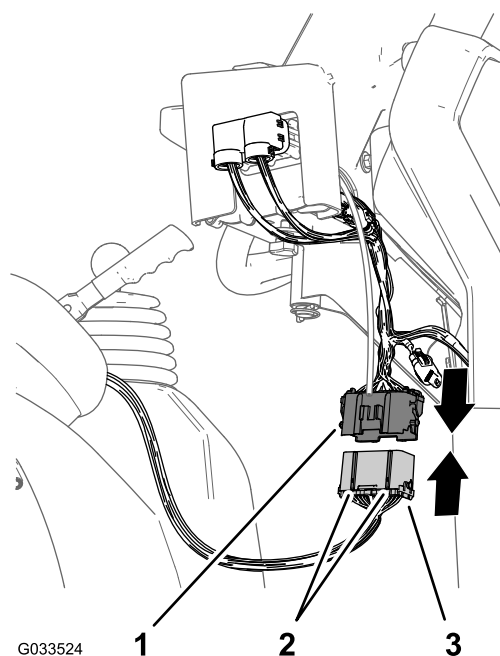

Figura 23
1. Aliniezi cele 2 chei ale conectorului cu 38 de pini al cablajului posterior pentru pulverizator cu cele 2 canale de chei ale conectorului cu 38 de mufe al cablajului frontal conectat la consola de comandă (Figura 23).
2. Cuplai conectorul cablajului posterior la conectorul cablajului frontal până când dispozitivele de prindere ale celor doi conectori se fixează reciproc (Figura 23).